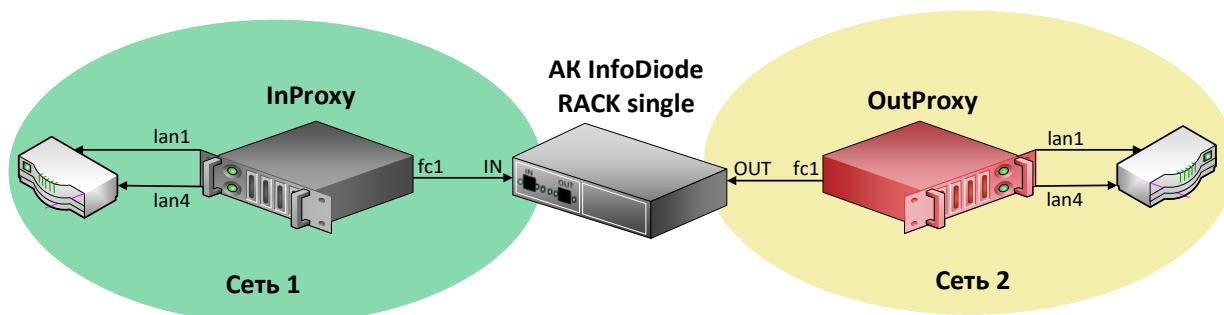

Рисунок 6. Схема подключения АПК InfoDiode PRO base к корпоративной сети.
Ниже на Рисунок 6 представлена схема подключения АПК InfoDiode PRO base к корпоративной сети:
3. Найдите блок `<subsystem xmlns="urn:ru:amt:diode:config:1.0:network">...</subsystem>` и измените сетевые параметры интерфейса управления lan4 и маршрута по-умолчанию (Рисунок 6)